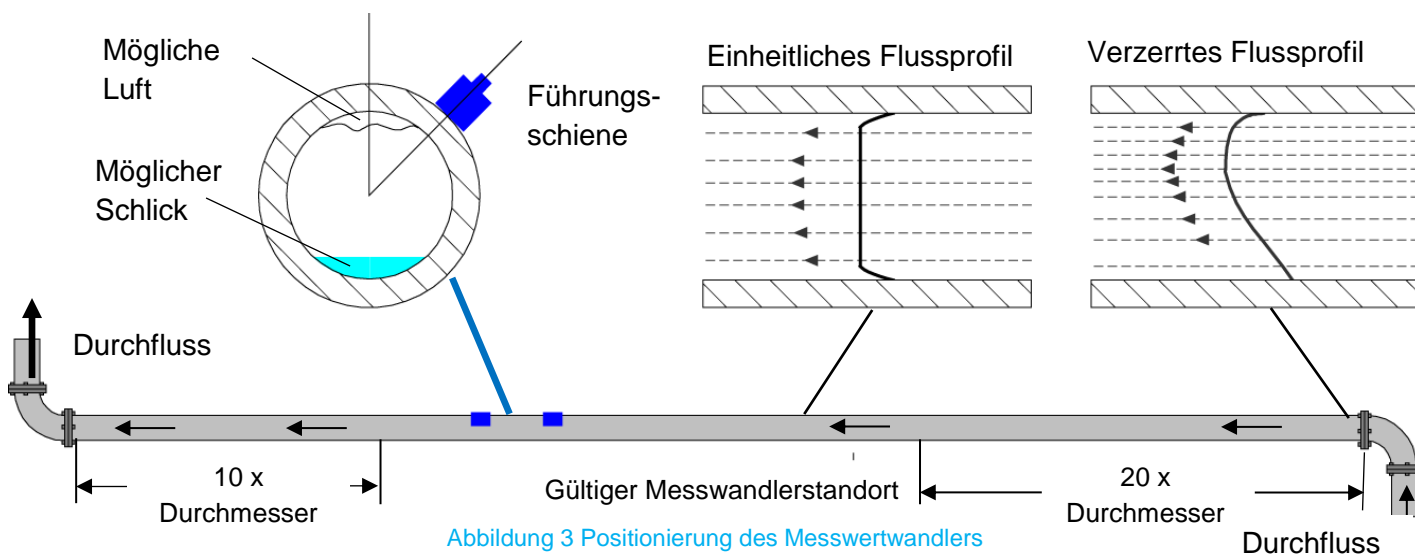

Abbildung 3 Positionierung des Messwandlers
Um sicherzustellen, dass Wärmesysteme optimal arbeiten, muss die Durchflussmessung auf der kalten Seite des Systems erfolgen. Um sicherzustellen, dass Kühlsysteme optimal arbeiten, muss die Durchflussmessung auf der wärmeren Seite des Systems erfolgen. Stellen Sie dabei sicher, dass die Sensoren wie in Abbildung 3 oben angeordnet sind.
Um genaue Ergebnisse zu erhalten, dürfen das Rohr und der Zustand der Flüssigkeit die Übertragung des Ultraschalls entlang des erforderlichen Weges nicht behindern. Es ist wichtig, dass die Flüssigkeit innerhalb des zur Messung vorgesehenen Rohrstücks einheitlich fließt und das Flussprofil nicht durch vorgelagerte oder nachgelagerte Hindernisse verzerrt wird. Eine verzerrungsfreie Strecke erhalten Sie wie folgt: Verbauen Sie auf der dem Messwandler vorgelagerten Seite ein gerades Rohrstück, dessen Länge mindestens dem 20-fachen des Rohrdurchmessers entspricht. Auf der dem Messwandler nachgelagerten Seite verbauen Sie ein Rohr, dessen Länge dem 10-fachen des Rohrdurchmessers entspricht. Siehe auch Abbildung 3. Es ist möglich, den Durchfluss auch auf kürzeren Rohrstücken (gerade Rohre und bis maximal zum 10-fachen Durchmesser im vorgelagerten und zum 5-fachen Durchmesser im nachgelagerten Teil) zu messen. Werden die Messwandler allerdings zu nah an Hindernissen montiert, kann es zu unvorhersehbaren Fehlern kommen.
1. Vor dem Anbringen der Messwandler stellen Sie bitte sicher, dass der gewünschte Standort die in Abbildung 3 angegebenen Entfernungsanforderungen erfüllt. Anderenfalls kann die Genauigkeit der Durchflussanzeige beeinträchtigt sein. Das Gerät ist wie folgt vorkonfiguriert: